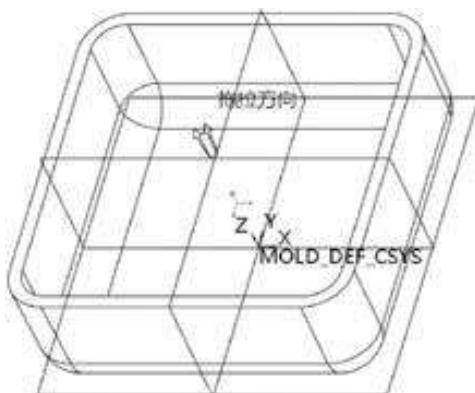

图1-24 Z轴指向脱模方向
Step 09 在“菜单管理器”中单击“完成/返回”按钮，产品的开口方向为双箭头方向（即拖拉方向），如图1-24所示。